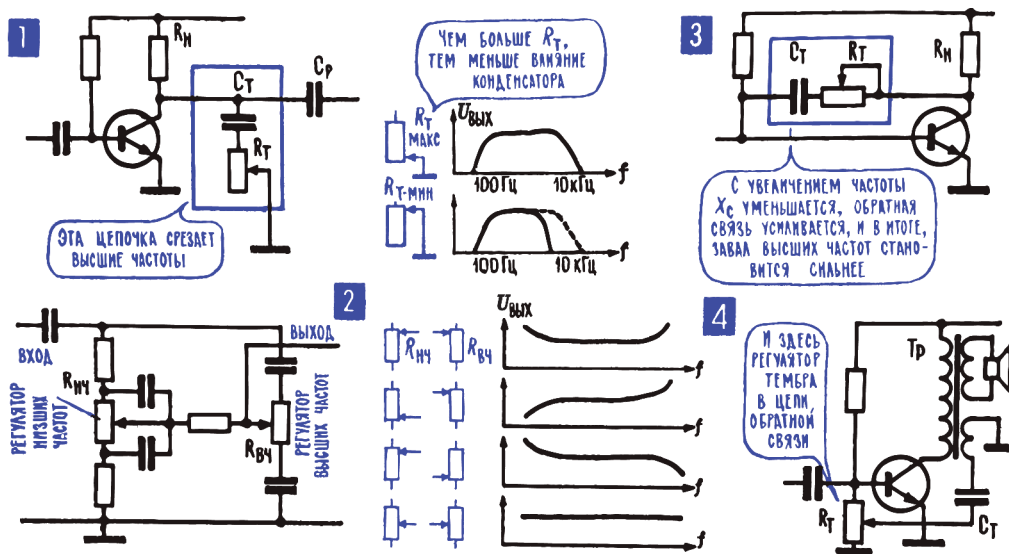

Рис. 12.12. Регуляторы тембра
**17. Регуляторы тембра меняют частотную характеристику усилителя.** Иногда полезно несколько ухудшить частотную характеристику усилителя, например поднять низшие частоты, которые слишком плохо воспроизводит громкоговоритель, или ослабить высшие частоты, частично подавить «шип» старой граммофонной пластинки. Для этого используются регуляторы тембра – электрические RC-цепочки, частотные свойства которых можно менять, изменяя, например, одно из сопротивлений. На рис. 12.12; 1 самый простой регулятор тембра – RC-цепочка с переменным резистором  $R_T$ . Цепочку чаще всего включают так, что она шунтирует участок усилительной схемы, старается замкнуть сигнал накоротко. Емкость  $C_T$  подобрана с таким расчетом, чтобы на низших частотах ее емкостное сопротивление было достаточно большим, чтобы этот конденсатор, если он будет в схеме один (движок  $R_T$  в крайнем верхнем положении), ослаблял бы лишь высшие частоты, заваливал частотную характеристику в области высших частот. Но если переменный резистор  $R_T$  введен полностью, то конденсатор  $C_T$  вообще ни на что не влияет, общее сопротивление цепи очень велико, и в нее почти не ответвляются ни высшие частоты, ни низшие.
На том же принципе действует распространенный регулятор тембра (рис. 12.12; 2) с раздельной регулировкой высших и низших частот. Его элементы рассчитаны таким образом, что одна ветвь регулятора в зависимости от положения движка  $R_{вч}$  заваливает или поднимает частотную характеристику в области высших частот, а вторая ветвь в зависимости от положения движка резистора  $R_{тч}$  меняет характеристику в области низших частот.
Элементы, корректирующие частотную характеристику, в том числе и регуляторы тембра, можно в принципе включить и в цепь отрицательной обратной связи (рис. 12.12; 3, 4). При этом здесь они все делают наоборот: те